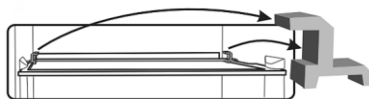

Fig. 5
9. Retirer tous les éléments rouges des tablettes intermédiaires (fig. 5), ils ne sont nécessaires que pour le transport.